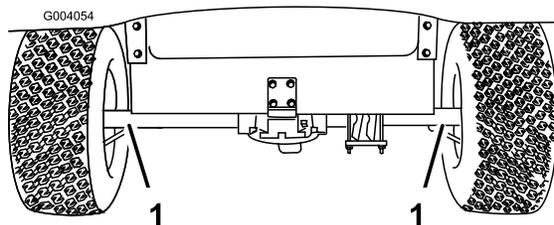
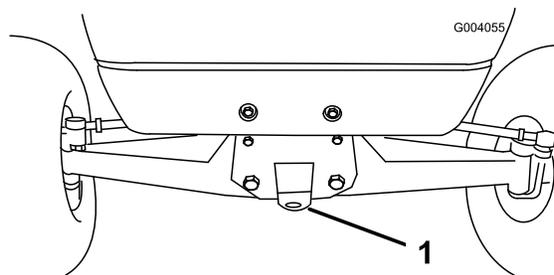

図 30
図 31
長距離を運ぶ場合にはトレーラを使用してください。必ず確実に固定して輸送してください。ロープがけのポイントについては図 30 と 図 31 を参照してください。
1. 前フレームのトングにロープなどの牽引索を取り付ける (図 31)。